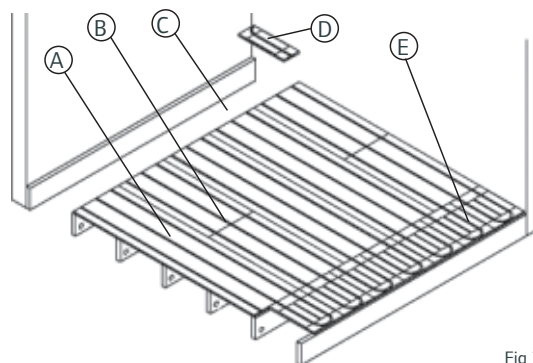

Fig 1
1. Skivorna monteras vinkelrätt mot bjälklaget eller reglarna (se fig 1). Max c/c-avståndet för regler 600 mm för skivtjocklek 22 mm.
2. Kortfogarna i intilliggande skivrader förskjuts i förhållande till varandra (se fig 1 pos A och B).
5. Lämna första och sista bjälklagsfacket öppet mot vägg för matarrör till och från slingfältet (se fig 1 pos C).
6. Om något av första respektive sista bjälklagsfacket inte skall användas för matarrör kan detta facket monteras med vändskivor (se fig 1 pos E).
8. Om matarröret kommer från bjälklagsfacket upp på skivan klyvs lämpligen första vändskivan så att not eller fjäder passar mot första hela vändskiva (se fig 1 pos D).